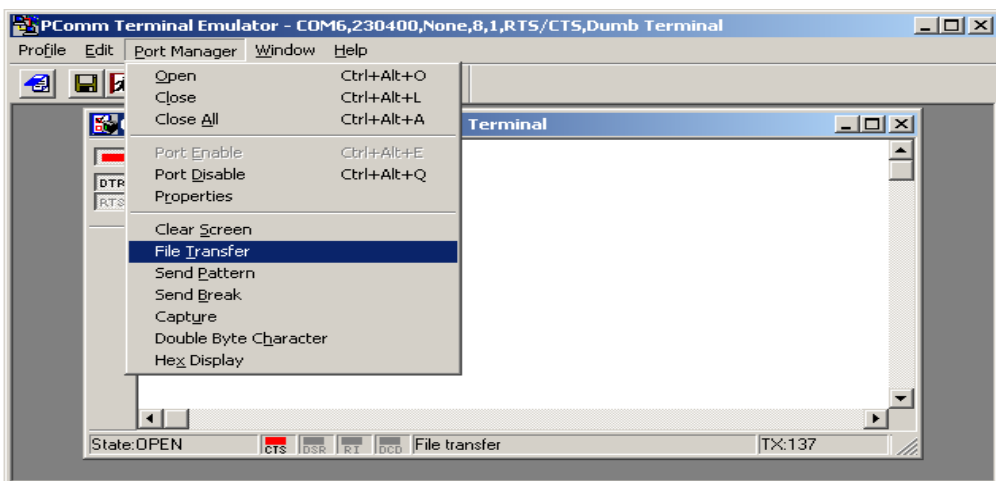

Рис. 7. Вход в меню выбора параметров передачи файла.
10. Прежде чем приступить к записи, определите, в какую ячейку памяти хотите записать сообщение. Для записи тестового сообщения в диалоговом окне введите с клавиатуры команду «writel», речевого сообщения для персонала команду «write2», тревожного сообщения - «write3». После этого нажмите клавишу «enter». Затем откройте вкладку «Port Manager» и выберите команду «File Transfer» (рис. 7).